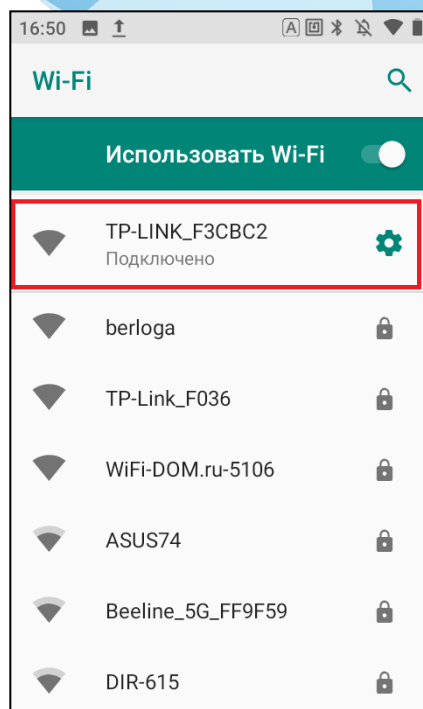

Рис. 4.16 - Выбор сети для подключения
- 4) После подключения следует нажать на ту сеть, к которой осуществлено подключение (для терминалов серии Рис. 4.16);